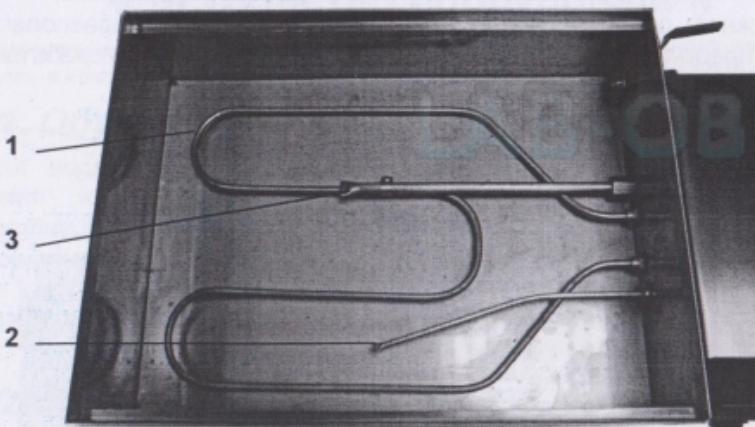

Рис. 4. Баня водяная LOIP LB. Рабочая ванна.
В рабочем пространстве ванны (см. рис. 4) располагается нагревательный элемент (1), датчик температуры (2) и датчик капиллярного термопредохранителя (3).